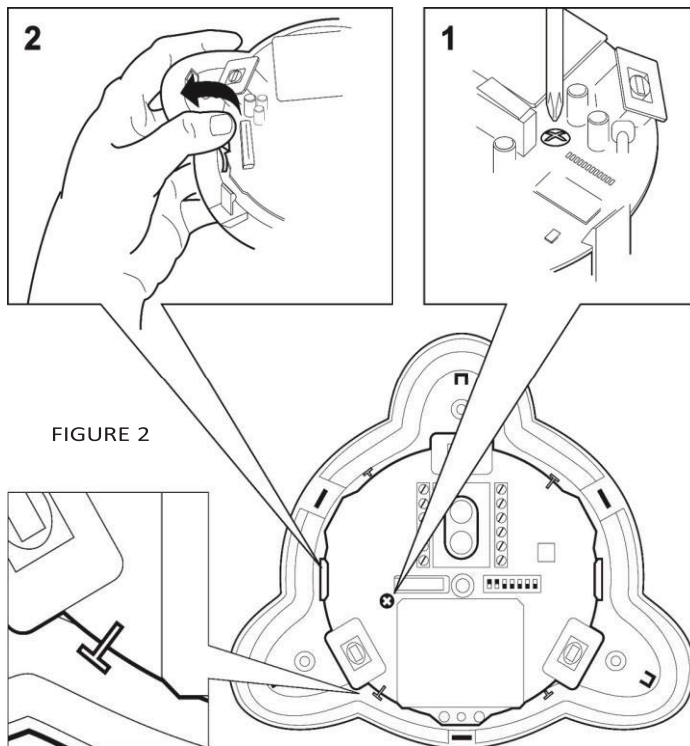

FIGURE 2
Enlever maintenant la vis de la carte du circuit imprimé (Figure 2) située à la droite de la carte du circuit imprimé (1), tirer délicatement vers l'arrière les deux clips (2) de libération puis enlever la carte du circuit imprimé